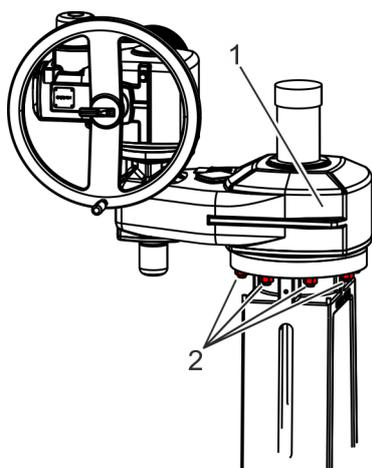

Fig. 25: Retrait des vis
2. ➔ Dévisser les vis de fixation (Fig. 25/2) de l'entraînement électrique (Fig. 25/1) et les retirer ainsi que les rondelles.
3. ➔ Retirer l'entraînement électrique (Fig. 25/1) et le stocker hors de la zone de travail.